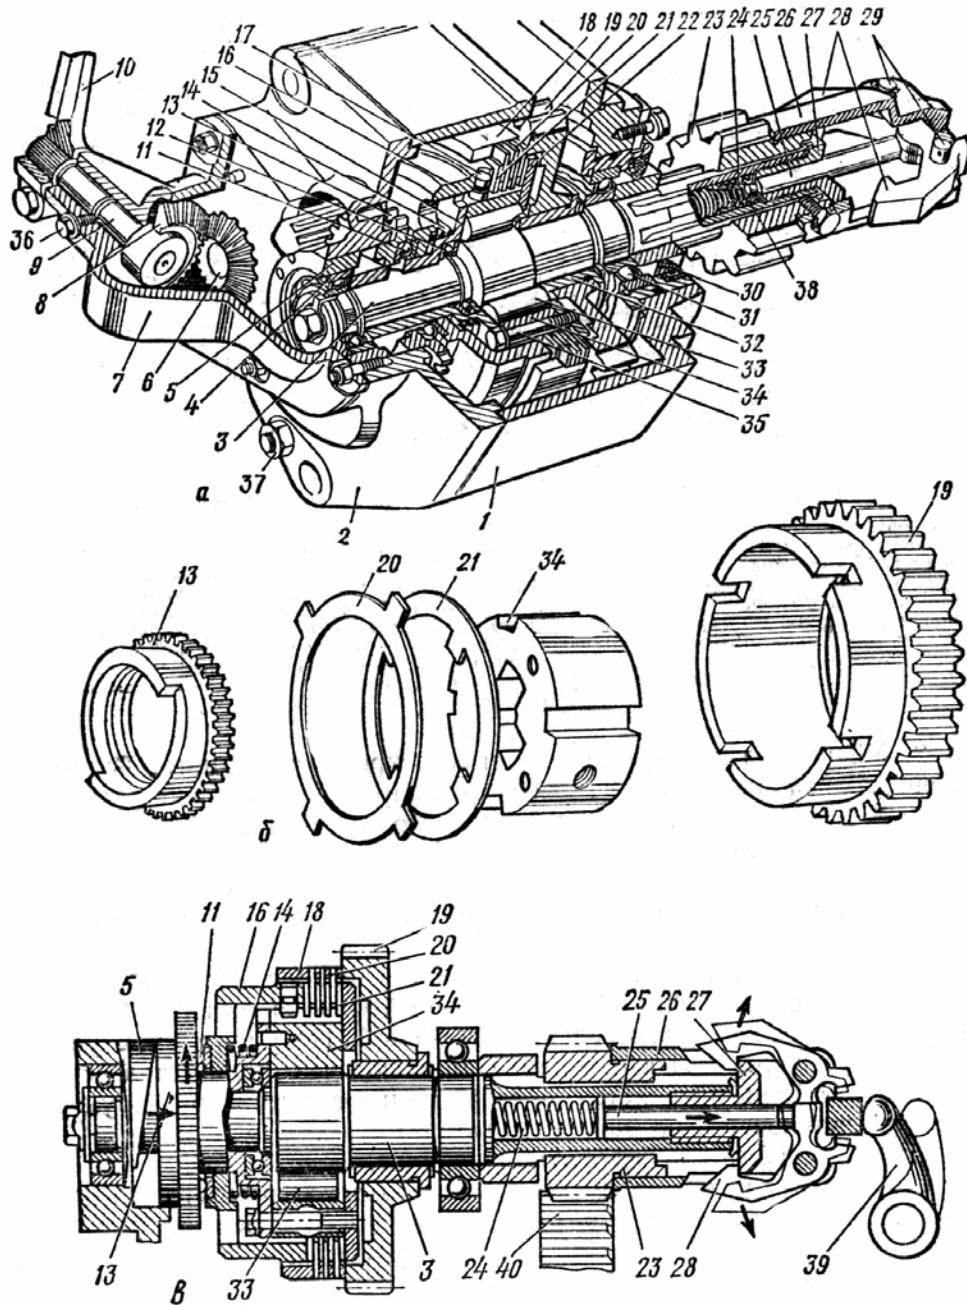

Рис. 3.3. Механизмы передачи системы пуска:
9. Изучите редуктор пускового двигателя (рис. 3.3). Вспомните его назначение. По плакату рассмотрите составные части передачи: шестеренный редуктор, сцепление, обгонную муфту и автомат выключения. Изучите схему их действия.